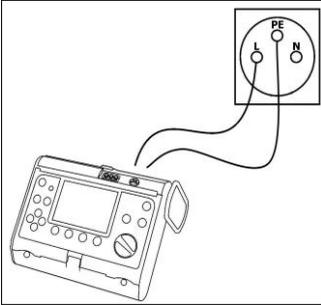

Abb. 19. Anschließen des Messgeräts
- schließen Sie das Messgerät per Kabel gemäß Abb. 19 an die Netzbuchse auf der Tafel an,